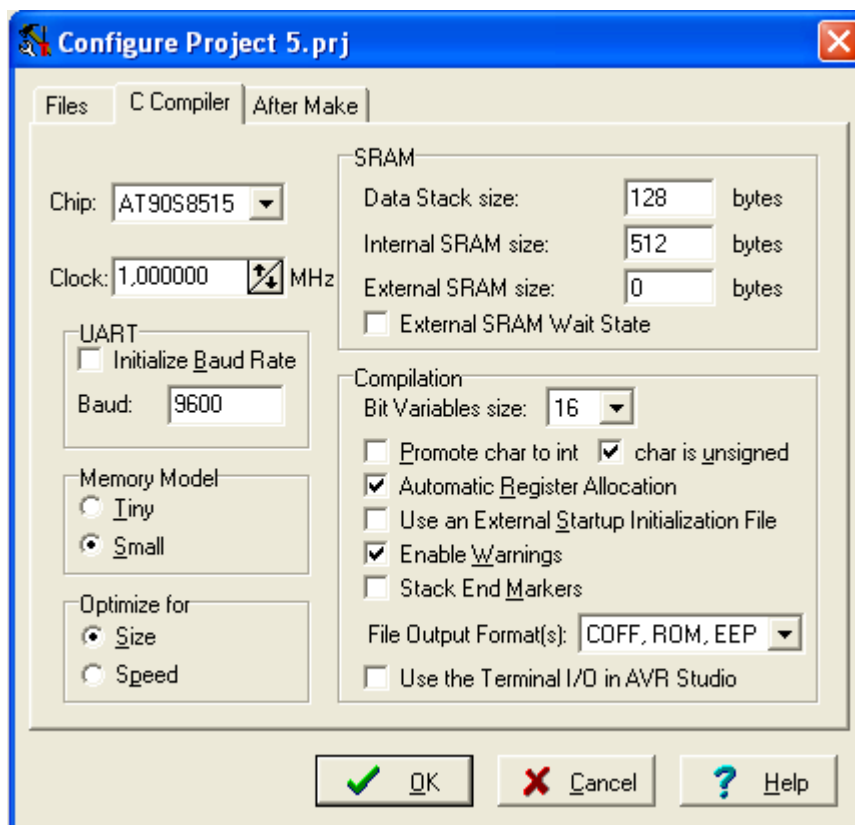

Рис. 3. Окно компилятора Си
1. В окне *Create New Project* задаем имя проекта. После сохранения появляется окно *Configure Project* (рис. 3), в котором на вкладке *Files* можно добавить существующие файлы в проект или удалить их из проекта. На вкладке *C Compiler* указывается тип микроконтроллера